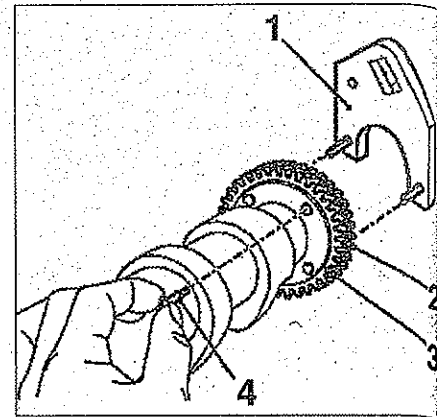

FIG. 33
- Apretar el piñón de eje de levas de escape (3) y del piñón de compensación (2) con el pasador (4) (fig. 33).
- Al sustituir del eje de levas de escape, efectuar un apriete previo del piñón de compensación (2) en el piñón de escape (3) con el útil (1) Opel KM-6092, colocar el pasador (4) KM-6092-10 en posición (fig. 33).